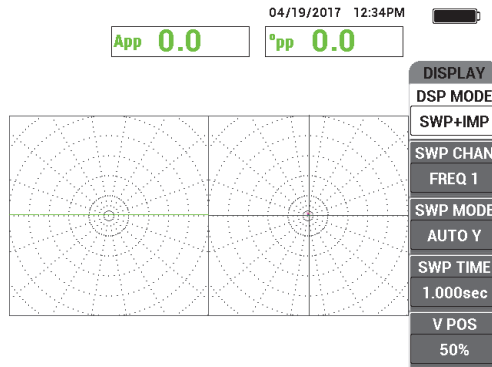

図 5-228 SWP + IMP 表示
6. 表示メニューキーを押し (□)、続けて**表示モード** (表示モード、A キー) を押して、**SWP+IMP** (スイープ+インピーダンス) が表示されるまでノブを回します (292 ページの図 5-228 参照)。